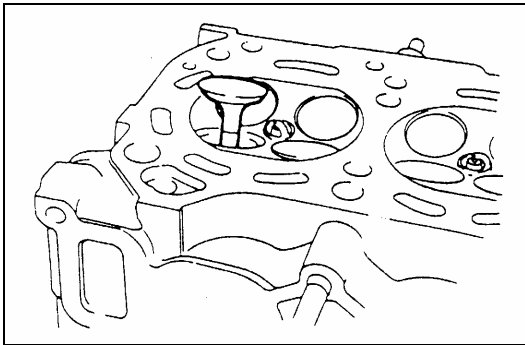

Рис. 4-57.
1). Установить клапанные пружинные прокладки, Рис. 4-57.